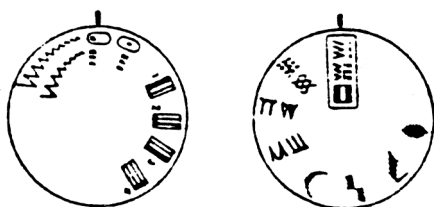

Рис. 16
- Регулятор установить на прямой стежок (рис. 16).
- Если ткань подается вперед, винт 54 слегка повернуть в направлении А (рис. 16а).
Рис. 16а